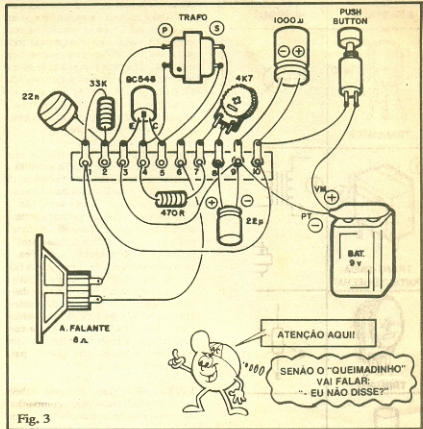

Fig. 3
**FIG. 3 - "Chapeado" da montagem** (vista real das peças e suas interligações, sobre a "ponte" de terminais...). Atenção às ligações do transistor, transformador, polaridade dos capacitores eletrolíticos e da alimentação (fios que vem da bateria). Aqui valem os "truques" já enumerados nas "Aulas" e "Lições" anteriores, que facilitam a montagem e previnem erros, inversões e "esquecimentos":